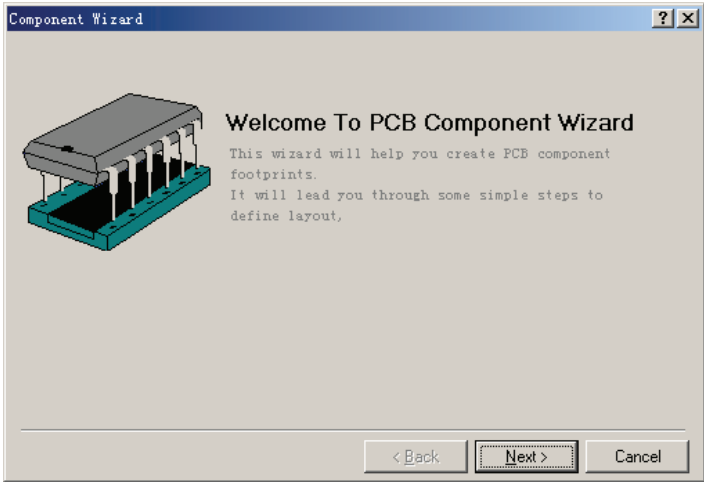
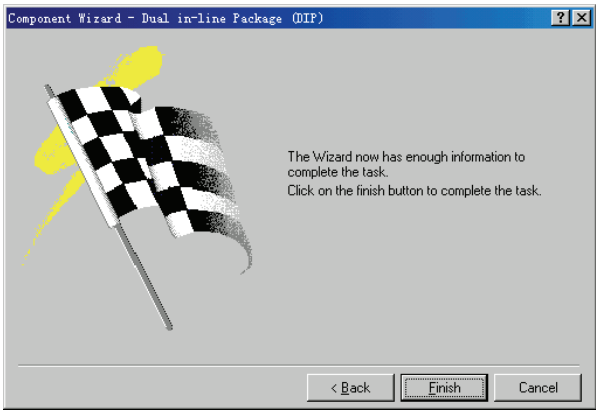

图 5-96 元器件封装向导界面
图 5-103 完成对话框
- 3) 执行该命令后，系统会弹出如图 5-96 所示的界面。这就进入了元器件封装创建向导，接下去可以选择封装形式，并可以定义设计规则。
10) 此时再单击 “Next” 按钮，系统将会弹出如图 5-103 所示的完成对话框。
单击图 5-103 中的 “Finish” 按钮，即可完成对新元器件封装设计规则的定义，同时程序按设计规则生成了新元器件封装。完成后的元器件封装如图 5-96 所示。
1) 首先选择“Tools”→“New Component”命令，或单击图 5-104 所示的“Add”按钮，系统将弹出如图 5-96 所示的对话框。